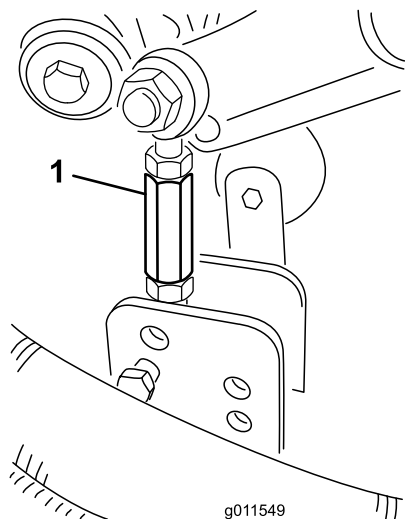

Figura 22
9. Retire los pasadores de horquilla y las chavetas que fijan los acoplamientos de los amortiguadores a los soportes de la carcasa del cortacésped (Figura 22).